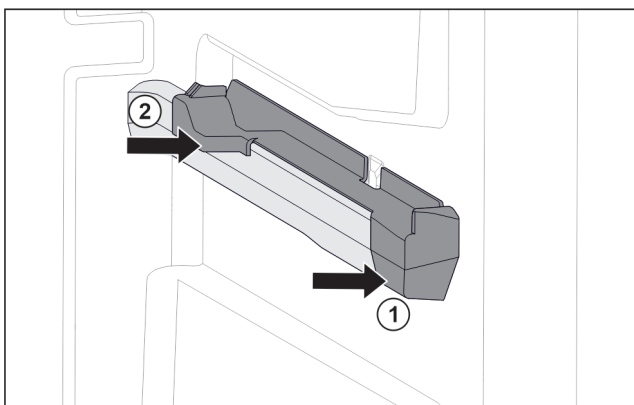

Fig. 32 Nasazovací díl na pravém žebrování na nádoby
- ▶ Nasadte nasazovací díl na žebrování na nádoby. Fig. 32 (1)
- ▶ Přitlačte nasazovací díl k zadní části. Fig. 32 (2)